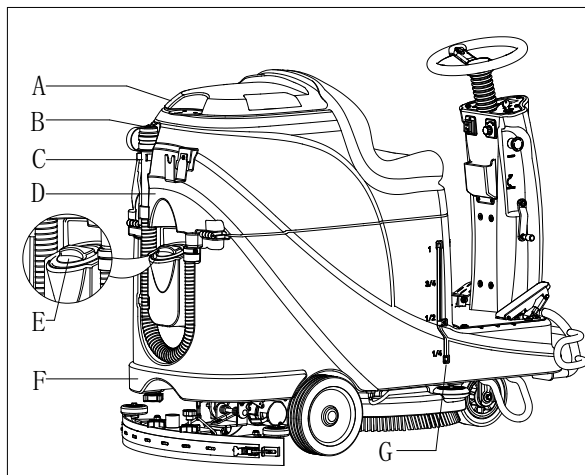

Figure 8
1. Ouvrir le couvercle d'entrée d'eau (E, Figure 8).
3. Ne pas trop remplir le réservoir, se reporter à l'indicateur de niveau d'eau (G) pour le volume d'eau.